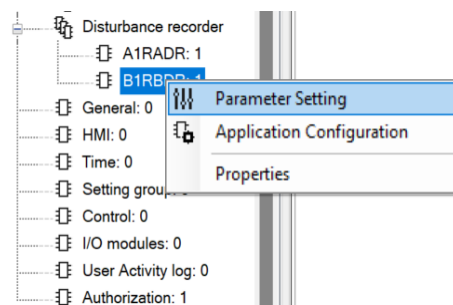

Imagen 312_Configuración de parámetros del bloque B1RBDR.
4.2.4 Posteriormente nos iremos a la pestaña de “Project Explorer”, en la ruta “IED Configuration - Registro de perturbaciones - BTRBDR1” damos clic derecho en “Parameter Setting” como se observa en la **Imagen 312**.